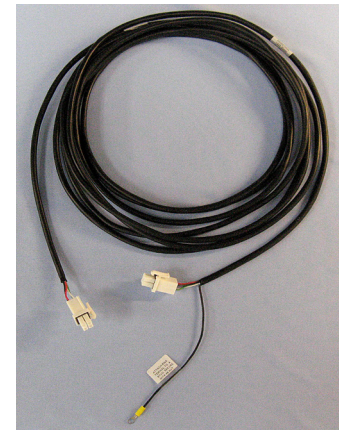

Figura 7: Cable de línea a línea
3. Conecte el cable de línea a línea provisto, como se muestra en la **Figura 7**, al enchufe J9 del controlador del servidor. El controlador del servidor puede identificarse por la opción de comunicación conectada al enchufe J16.